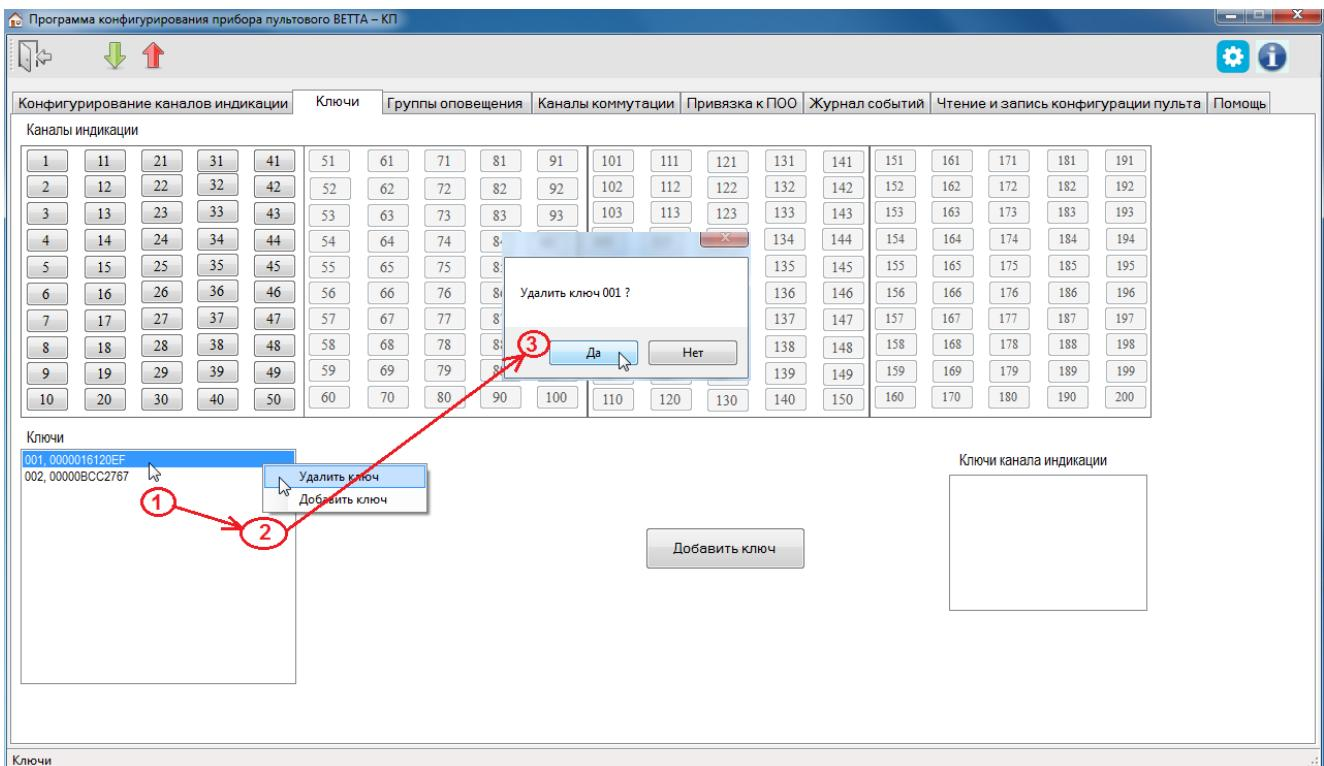

Рис. 24. Порядок действий при удалении ключа Touch Memory
4) После завершения чтения текущей конфигурации и запуска основного окна программы-конфигуратора, перейдите на вкладку «Ключи» (Рис. 24).
5) В списке «Ключи» выберите запись с кодом удаляемого ключа (Рис. 24, шаг 1).
6) Вызовите правой кнопкой мыши контекстное меню и выберите команду «Удалить» (Рис. 24, шаг 2).
- 7) В появившемся диалоговым окне (Рис. 24, шаг 3), подтвердите выполнение операции удаления ключа нажатием кнопки «Да».